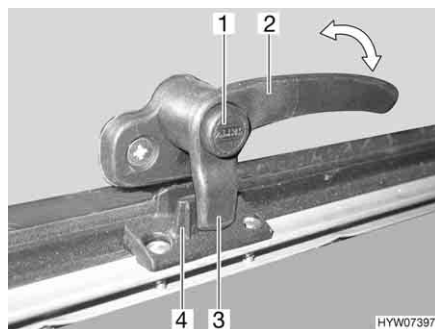
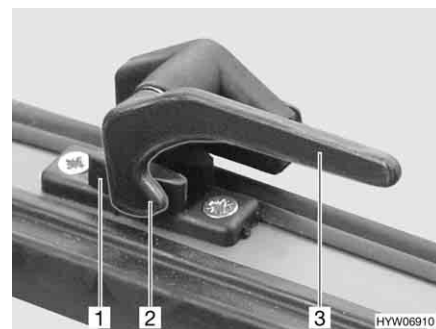

Fig. 107 Palanca de bloqueo con botón de seguridad en la posición de "cerrado"
Fig. 108 Palanca de bloqueo en la posición de "cerrado"
- Si existe, pulsar el botón de seguridad (Fig. 107,1) y mantenerlo pulsado.
- Girar la palanca de bloqueo (Fig. 107,2 ó Fig. 108,3) un cuarto de vuelta hacia la mitad de la ventana.
- Girar la palanca de bloqueo (Fig. 107,2 ó Fig. 108,3) un cuarto de vuelta hacia el marco de la ventana. El saliente de bloqueo (Fig. 107,3 ó Fig. 108,2) de la palanca de bloqueo se encuentra en la cara interior del bloqueo de la ventana (Fig. 107,4 ó Fig. 108,1).
- En la posición "cerrada fijamente" (Fig. 107 y Fig. 108)